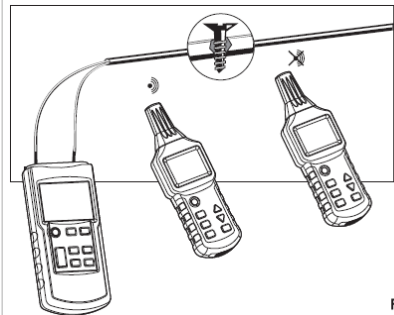

Fig. 3-2-3
- Připojte vysílač podle obrázku Fig 3-2-3